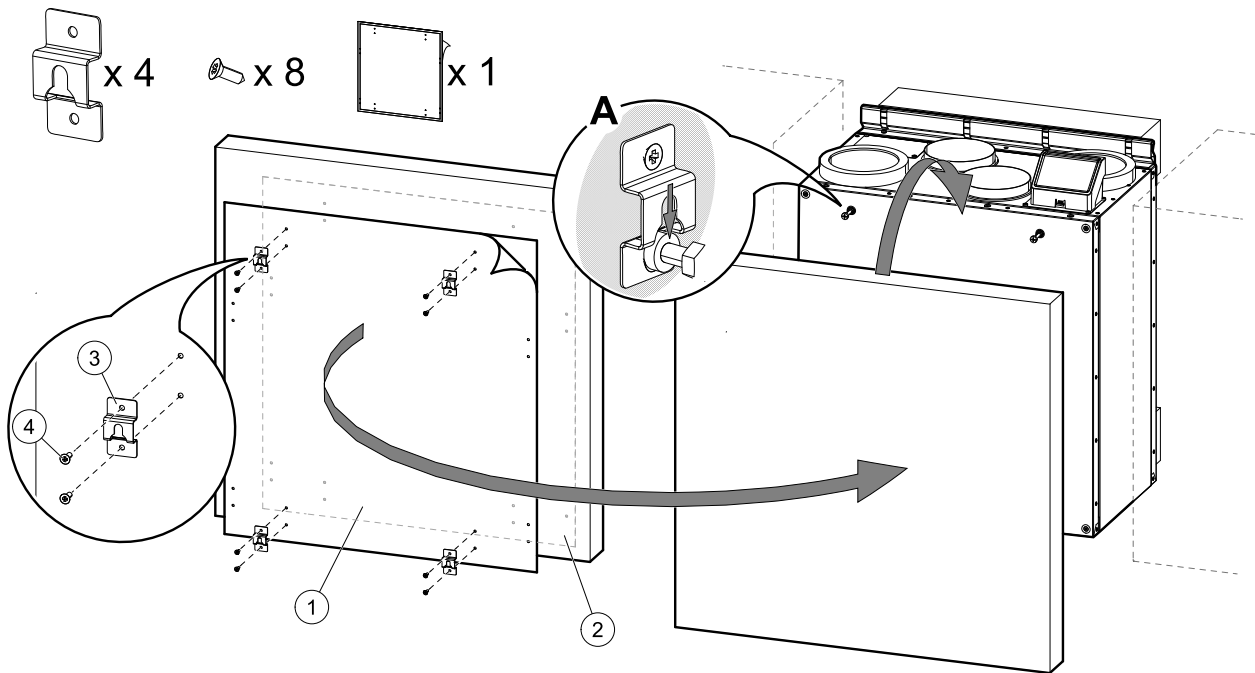

Bild 21 Installation der Modulhaken und Einbau der Frontplatte des Küchenmöbels
2. Aufkleber mit Markierung der Löcher (Abbildung 21, Pos. 1) ist im Lieferumfang enthalten. Die markierten Löcher sind zur Kennzeichnung der Position für die Schrauben zur Befestigung der Modulhaken. Den Aufkleber auf die Rückseite der Frontplatte des Küchenmöbels kleben (Abbildung 21, Pos. 2), die Position des Aufklebers entsprechend der Plattengröße und der Position des Lüftungsgerätes zwischen den Schränken wählen. Die Größe des Aufklebers entspricht der des Gerätes.
Wenn die richtige Position bestimmt ist, befestigen Sie die vier Haken (Abbildung 21, Pos. 3) mit je zwei Schrauben (Abbildung 21, Pos. 4). Hängen Sie die Frontplatte des Küchenmöbels an die vorstehenden Schrauben (Abbildung 21, Pos. A).